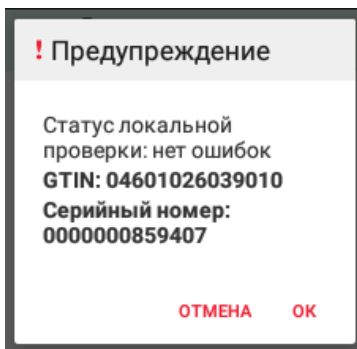

Рисунок 46. Сообщение об отсутствии ошибок при сканировании
12. В процессе сканирования осуществляется автоматическая онлайн проверка марок, проверка формата КМ и локальная проверка через МБ РВ (в зависимости от настроек). Для продолжения работы нужно нажать на кнопку **ОК** (см. рисунок 46), после чего ЛП будет добавлен в документ (см. рисунок ниже). В случае если ЛП добавлять в документ не нужно, то нужно нажать на кнопку **ОТМЕНА**.